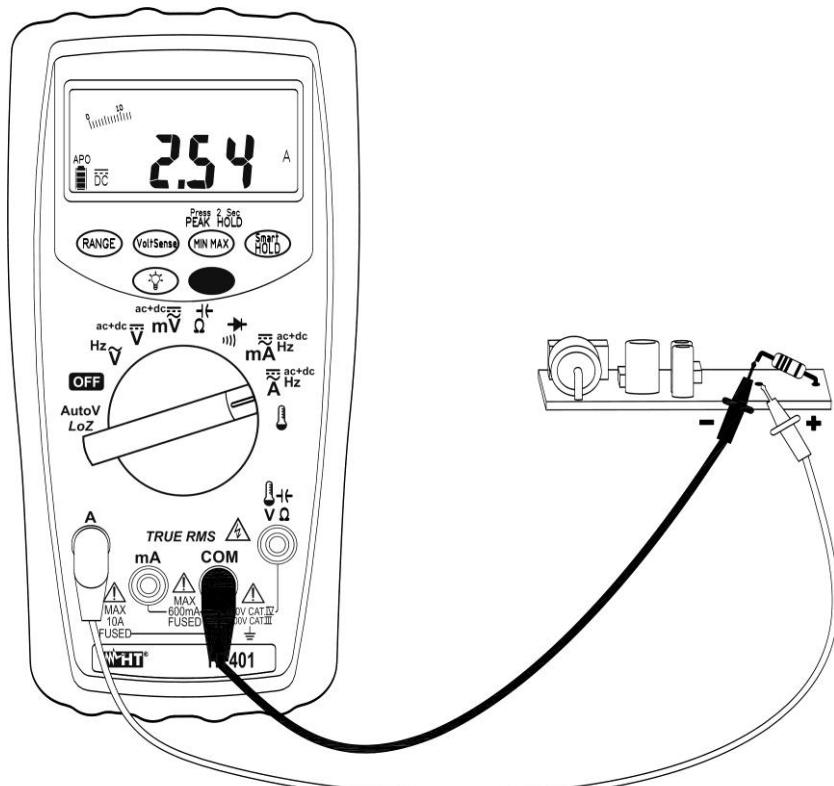

Fig. 5 : Mesure de Courant DC
6. Connecter l'embout rouge et l'embout noir en série au circuit duquel on veut mesurer le courant en respectant la polarité et la direction du courant dont à la Fig. 5.
9. L'affichage du symbole « **-** » sur l'écran de l'instrument indique que le courant a une direction opposée par rapport à la connexion de Fig. 5.